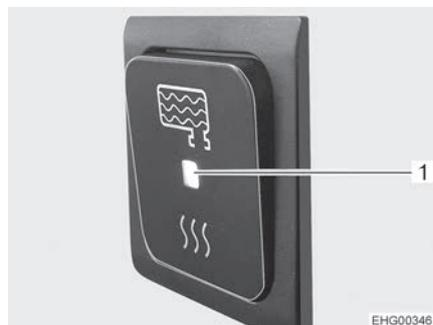

Fig. 114 Interruptor de encendido/apagado, conectado
Si el interruptor de encendido/apagado del control está conectado (Fig. 114), la calefacción del depósito de aguas residuales se encenderá en cuanto la temperatura exterior caiga abajo de 0 °C. De este modo, el depósito de aguas residuales queda protegido contra la congelación.
- Pulsar la parte inferior del interruptor de encendido/apagado. El visualizador LED (Fig. 114,1) está encendido.
- Pulsar la parte superior del interruptor de encendido/apagado. El visualizador LED (Fig. 114,1) se apaga.